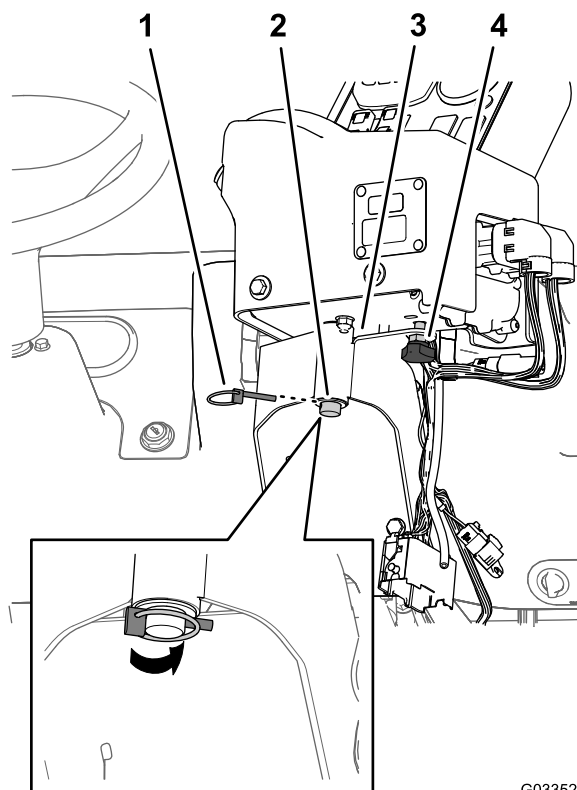

Figura 19
2. Instale a consola de controlo no suporte de montagem de controlo e prenda a consola utilizando o pino do clipe de mola (**Figura 19**).
3. Instale o botão manual e aperte-o para evitar que a consola rode durante a operação (**Figura 19**).